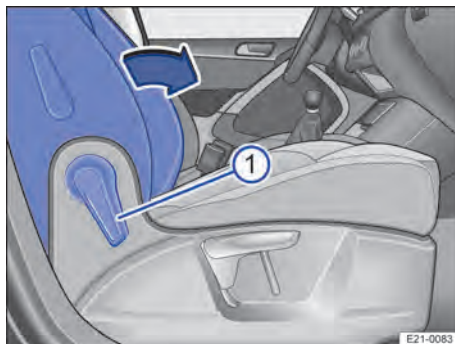

Abb. 62 Beifahrersitz: Sitzlehne vorklappen.
5. Hebel → Abb. 62 ① nach vorn ziehen, um die Beifahrersitzlehne zu entriegeln.
6. Beifahrersitzlehne in Pfeilrichtung → Abb. 62 nach vorn in die waagerechte Position klappen.